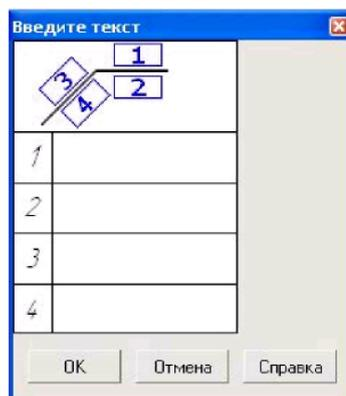

Рисунок 3.18 - Выпадающее меню для ввода текста на линии выноске
- Линия выноски. При включении кнопки Линия выноски появляется изображение Панели свойств, показанной на рис. 3.17. При указании графическим курсором в окне Текст, появляется выпадающее меню (рис. 3.18) и Панель свойств для выбора варианта расположения текста.